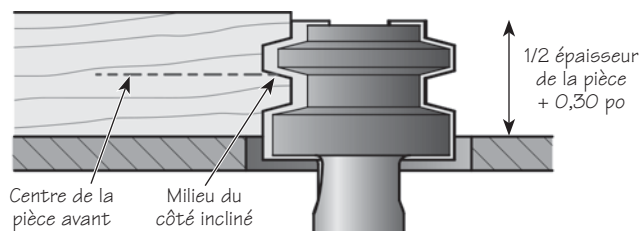

Figure 2 : Régler la hauteur de la mèche
2. Réglez la hauteur de la mèche de façon à aligner le milieu du côté en angle de la rainure supérieure sur le centre de la pièce avant. Voir la **figure 2**. Il est possible d'ajuster le tout au jugé ou en positionnant le bout de la mèche, au-dessus de la table, à une hauteur correspondant à la moitié de l'épaisseur de la pièce, plus  $0,30$  po.